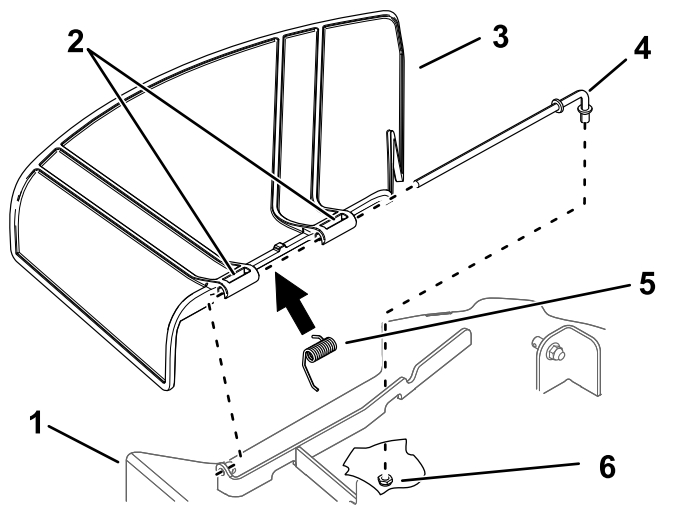

Figura 75
1. Retire la tuerca ($\frac{3}{8}$ " de la varilla (debajo del cortacésped) (Figura 75).
- Retire la varilla del soporte de la carcasa, del muelle y del deflector de hierba (Figura 75).
- Instale el deflector de hierba nuevo (Figura 75).
- Deslice la varilla por el segundo pivote del deflector de hierba (Figura 75).
- Sujete el extremo trasero de la varilla al cortacésped con una tuerca ($\frac{3}{8}$ "), según se muestra en Figura 75.